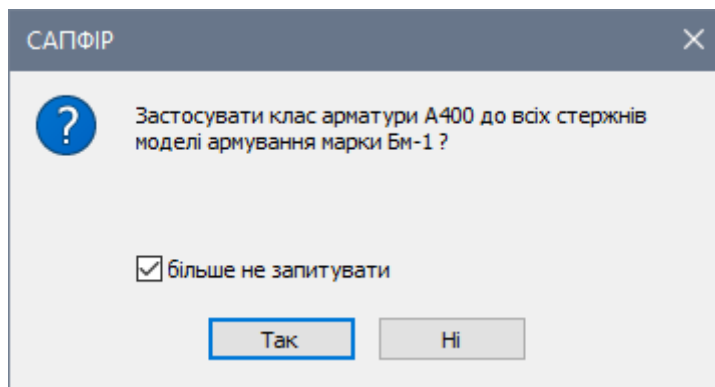

Рис. 27.29. Діалогове вікно САПФІР
- У діалоговому вікні **САПФІР** (рис. 27.29) встановіть прапорець **більше не питати** і натисніть кнопку **ОК**.